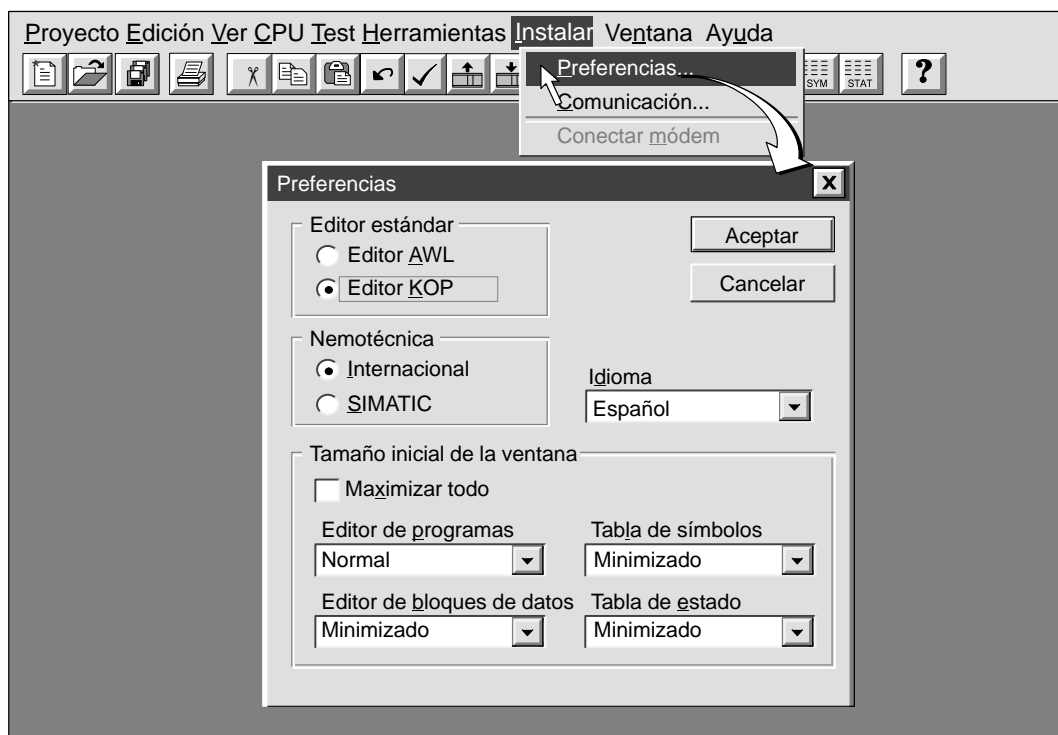

Figura 3-19 Seleccionar las preferencias de programación
1. Elija el comando de menú **Instalar ► Preferencias...** como muestra la figura 3-19.